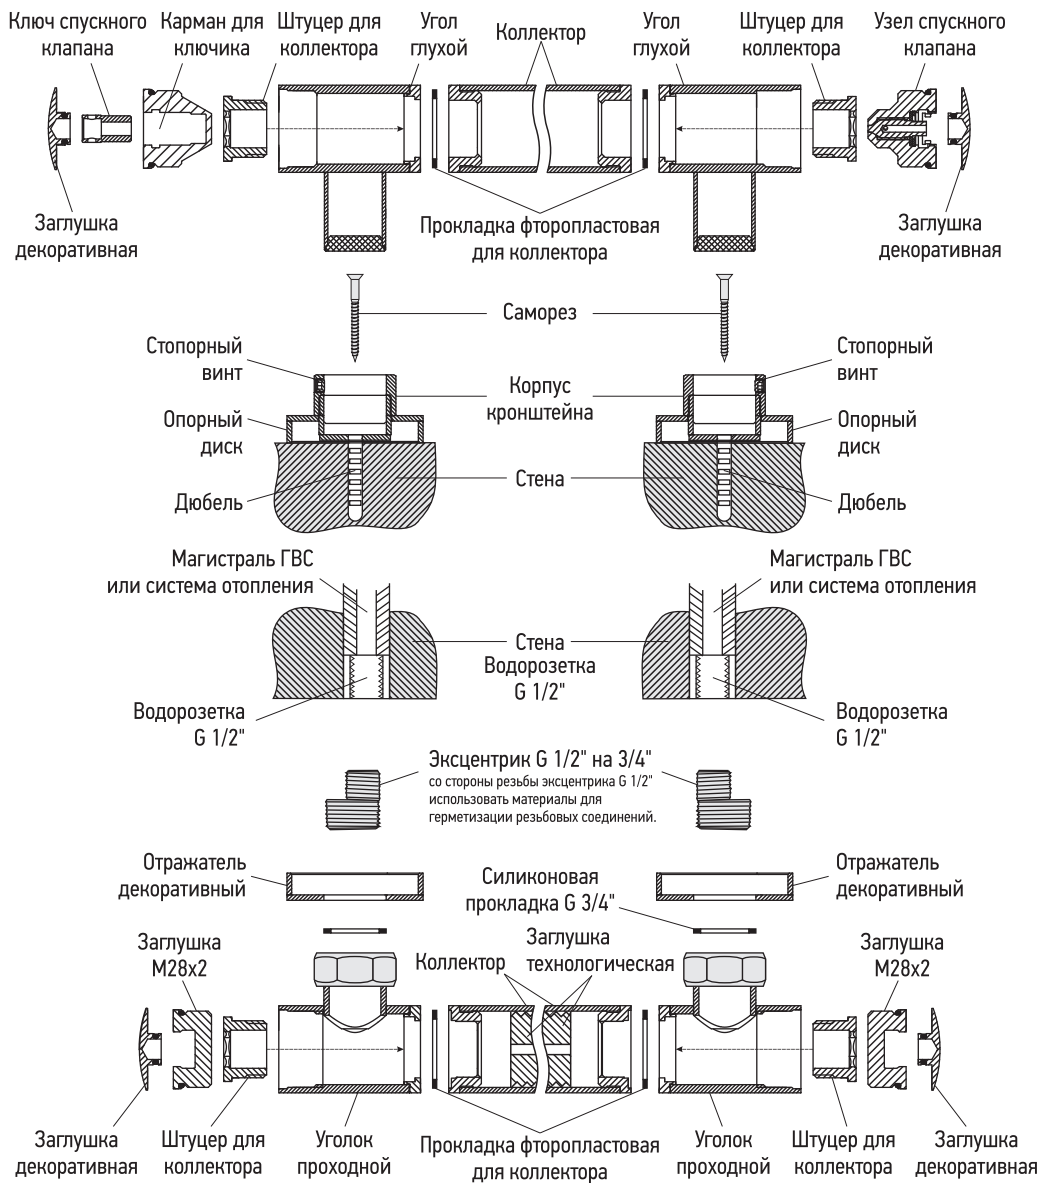

Рис. 2
3.1. Схема монтажа и подключения полотенцесушителя к системе ГВС или отопления (рис.2).
3.3. Комплектация. Полотенцесушитель комплектуется согласно схеме монтажа (рис. 2):
3.4. Полотенцесушитель бытовой (дизайн-радиатор) крепится к стене телескопическими кронштейнами, что позволяет регулировать расстояние до стены (рис. 2).
4.5. Монтаж полотенцесушителя производить согласно схеме (см. рис. 2):
4.5.7. Согласно схеме (см. рис. 2) вкрутить в нижние углы заглушки M28x2 и установить декоративные заглушки.
4.6. Для герметизации резьбовых соединений производитель комплектует изделие прокладками собственного изготовления (см. п. 3.3.4, п. 3.3.7 и рис. 2).